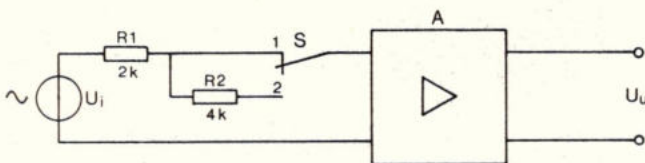

Fig. 27.
10. Met de schakeling van fig. 27 wordt de ingangsweerstand van de versterker A bepaald. In stand 1 van S is de uitgangsspanning $U_u + 7$ V. In stand 2 is $U_u = 5$ V. Bereken de ingangsweerstand van de versterker.